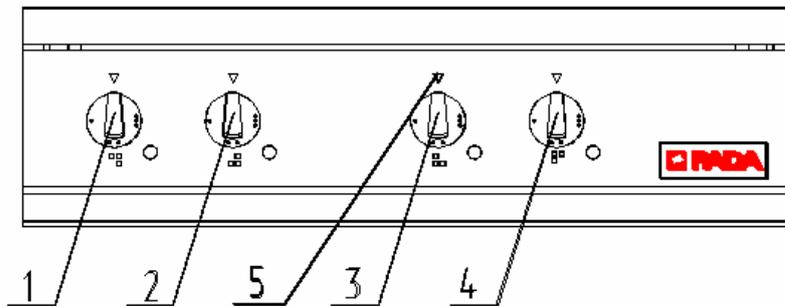

Рисунок 5 – Панель управления конфорками плит ПЭ-724ШК
5.2.2 Каждая конфорка снабжена отдельным переключателем, которые расположены на панели управления конфорками (рисунок 5; 6).
Ступенчатое регулирование мощности нагревателей каждой конфорки осуществляется установкой ручки переключателя в положение «1», «2» или «3», что соответственно определяет степень нагрева: слабый, средний или сильный. Отключение конфорки производится установкой ручки переключателя в положение «0». Мнемосхемы на панели управления указывают, к какой конфорке относится ручка переключателя мощности (рисунок 5; 6).